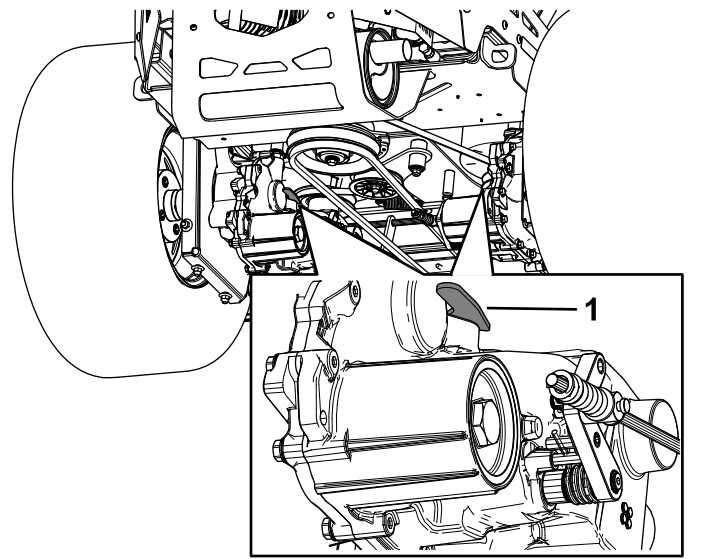

Figura 34
3. Para empurrar a máquina, mova as alavancas de derivação para a frente e bloqueie-as no sítio (Figura 34).
5. Para fazer funcionar a máquina, mova as alavancas de derivação para trás e bloqueie-as no sítio (Figura 34).